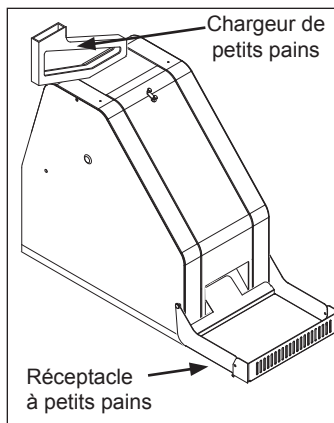

Figure 1.
3. Porter des gants antichaleur afin de retirer le chargeur de petits pains et le réceptacle à petits pains du grille-pain (figure 1) :
3. Retirer le chargeur de petits pains et le réceptacle à petits pains du grille-pain (figure 1).